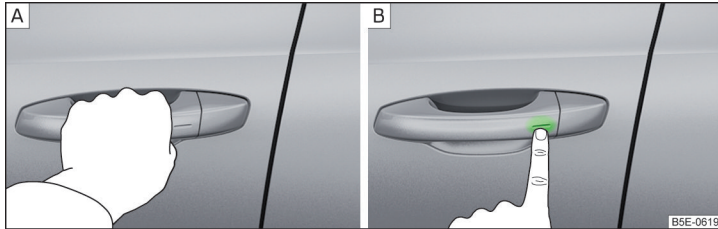

Abb. 54 Fahrzeug entriegeln / Fahrzeug verriegeln
- › Den Türgriff greifen, um das Fahrzeug zu **entriegeln** » Abb. 54 - [A].
- › Den Sensor am Türgriff mit dem Finger berühren, um das Fahrzeug zu **verriegeln** » Abb. 54 - [B].
- › Innerhalb von 5 s den Sensor am Türgriff mit dem Finger berühren » Abb. 54 auf Seite 64 - [B]. Die Deaktivierung wird durch einmaliges Aufblinken der Blinkleuchten bestätigt.